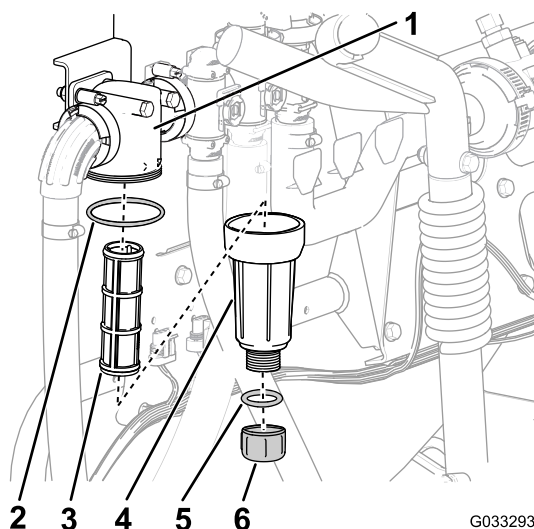

Figura 56
2. Coloque un recipiente de drenaje debajo del filtro de presión (Figura 56).
3. Gire el tapón de vaciado en sentido antihorario y retírelo de la cubeta del filtro de presión (Figura 56).
4. Enrosque la cubeta en sentido antihorario y retírela de la cabeza del filtro (Figura 56).
5. Retire el elemento usado del filtro de presión (Figura 56).
6. Inspeccione la junta tórica del tapón de vaciado (situada dentro de la cubeta) y la junta tórica de la cubeta (situada dentro de la cabeza del filtro) en busca de daños o desgaste (Figura 56).
7. Instale el elemento nuevo del filtro de presión en la cabeza del filtro (Figura 56).
8. Instale la cubeta en la cabeza del filtro, y apriétela a mano (Figura 56).
9. Instale el tapón en la cubeta, y apriételo a mano (Figura 56).